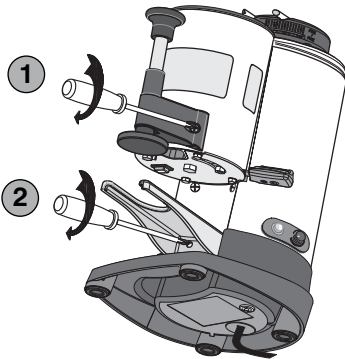

Abb. 11
- 5** Die Befestigungsschrauben der Teleskop-Pressvorrichtung (1, Abb. 11) und der neuen
Auflagegabel (2, Abb. 11) anschrauben und gut anziehen.